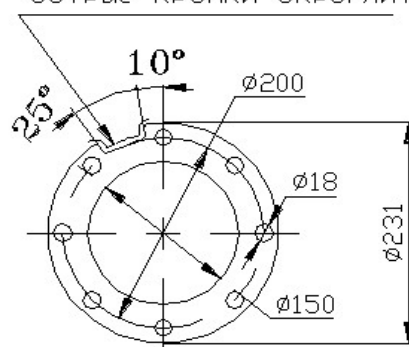

Рис.1
Агрегат CRS (см. рис.1) состоит из: насосной части поз. 1; электродвигателя поз. 2; проводов токоподводящих поз. 3; клапана поз. 4; таблички поз. 5; кожуха защитного поз. 6; сетки защитной поз. 7.
6.3.2 Водоподъемную трубу с муфтой вернуть в патрубок агрегата до отказа (см. рис.1). По просьбе заказчика за отдельную плату могут поставляться переходные втулки, а также переходники с резьбы на фланец.
- придерживая вал насоса в верхнем положении (см. п. 2), установить насос на фланец электродвигателя и замерить размер “Х” между концами валов (см. рис. 1);